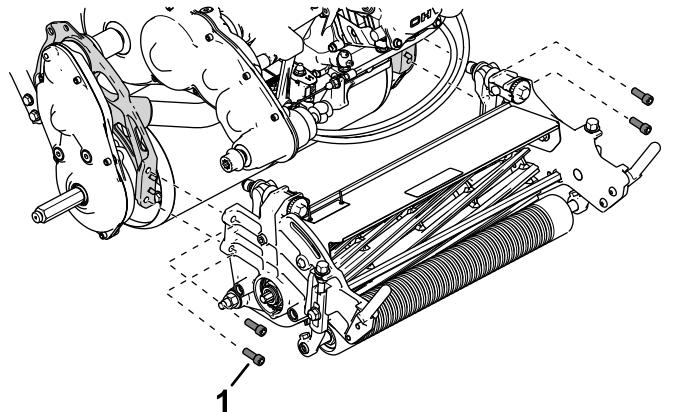

Figure 45
- 5. Fixez l'unité de coupe au cadre à l'aide de 4 vis à tête à creuse (Figure 45).